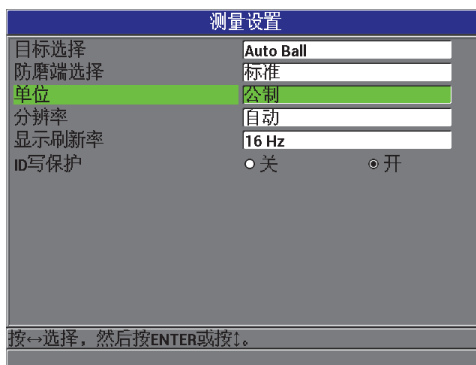

图 3-2 测量设置屏幕 — 单位
- 3. 在**测量设置**屏幕中 (参见第 47 页的图 3-2), 将**单位**设定为**英制**或**公制**。
3. 在**测量设置**屏幕中（参见第 47 页的图 3-2），将**显示刷新率**设置为想要的值：**4 Hz**、**8 Hz**、**16 Hz** 或 **20 Hz**。
3. 在**测量设置**屏幕中（参见第 47 页的图 3-2），将**分辨率**设置为所需的选项：